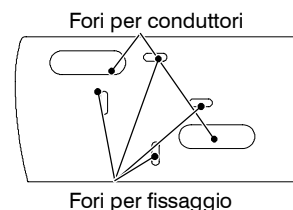

fig. 5.13
- 2 Fissare la base alla parete o sopra la scatola ad incasso (fig. 5.13)